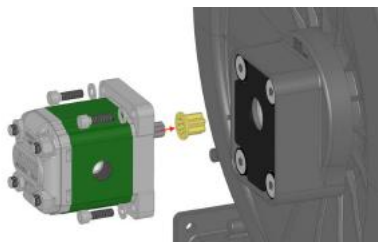

FIGURE 8
- Déposer et inspecter le joint élastique (FIGURE 8).